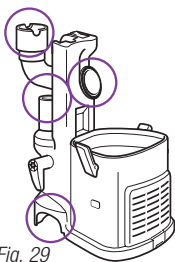

Fig. 29
- Saque el recipiente de la tierra y el tubo de extensión y separe la aspiradora compacta del cepillo eléctrico. Revise que no haya ninguna obstrucción en las 4 aberturas. (Fig. 29)